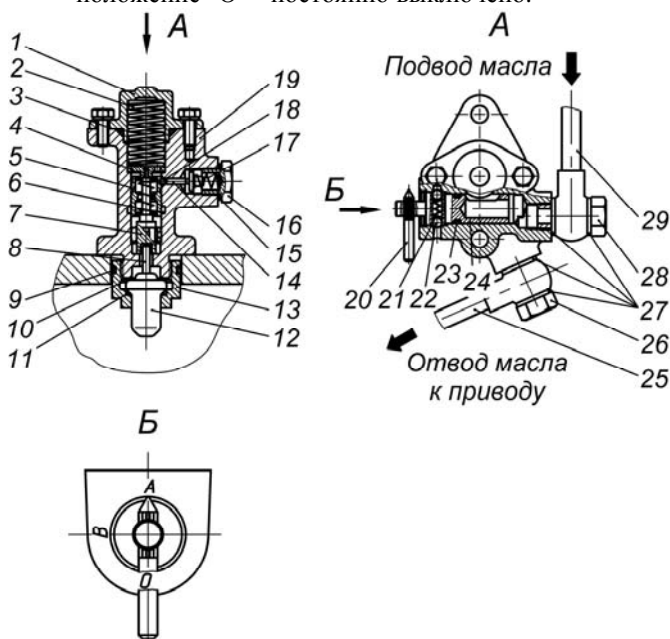

Рис. 44. Включатель:
- Выключатель механического типа (рис. 44) совмещенный с термодатчиком и ручным переключателем режимов. Устанавливается на водяную трубу двигателя.
Включатель механического типа привода вентилятора (рис. 44) служит для управления фрикционным приводом. Режим его работы устанавливается с помощью ручного переключателя 20, имеющего три положения: